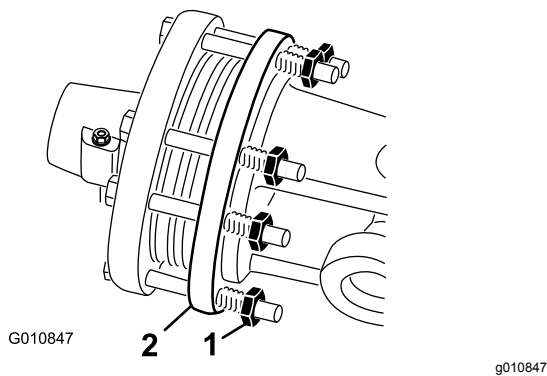

Figure 50
1. En fin de saison, dévissez chacun des écrous de l'embrayage de 2 tours (Figure 50).